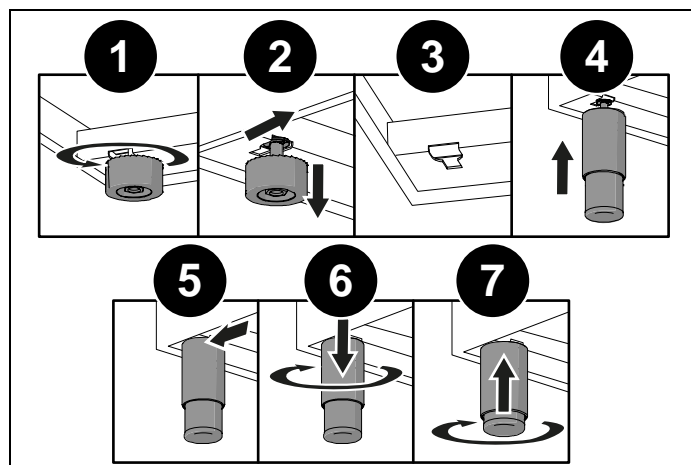

Fig. 4
- démonter les supports (1 et 2, Fig. 4),
- encliqueter les pieds dans le dispositif en forme de clé situé sous l'appareil (3 et 4, Fig. 4),
- visser fermement les pieds à la base (5 et 6, Fig. 4),
Ajuster la hauteur des pieds à la bonne hauteur(7, Fig. 4).
En abaissant l'appareil, éviter de maintenir la tension sur les pieds (Fig. 4). On suggère d'utiliser une épaisseur sur la base ou une palette pour éviter d'incliner la cuisinière.